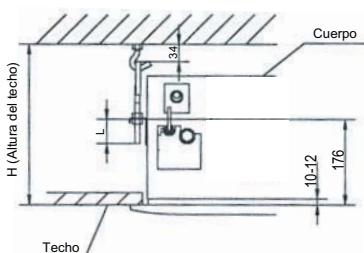

Fig.5-5
- Corte el gancho de instalación dejándolo abierto en la posición intermedia, y después utilice la longitud necesaria de varilla de refuerzo (Ø12) soldándola. Calcule la longitud de acuerdo con la Fig.5-5. Longitud = 210 + L (en general, L es la mitad de toda la longitud de la instalación del gancho)
- Ajuste la posición para asegurarse de que la separación entre el cuerpo y el techo es uniforme en los cuatro lados. La parte inferior del cuerpo debe entrar en el techo unos 10~12mm (ver la Fig.5-5).